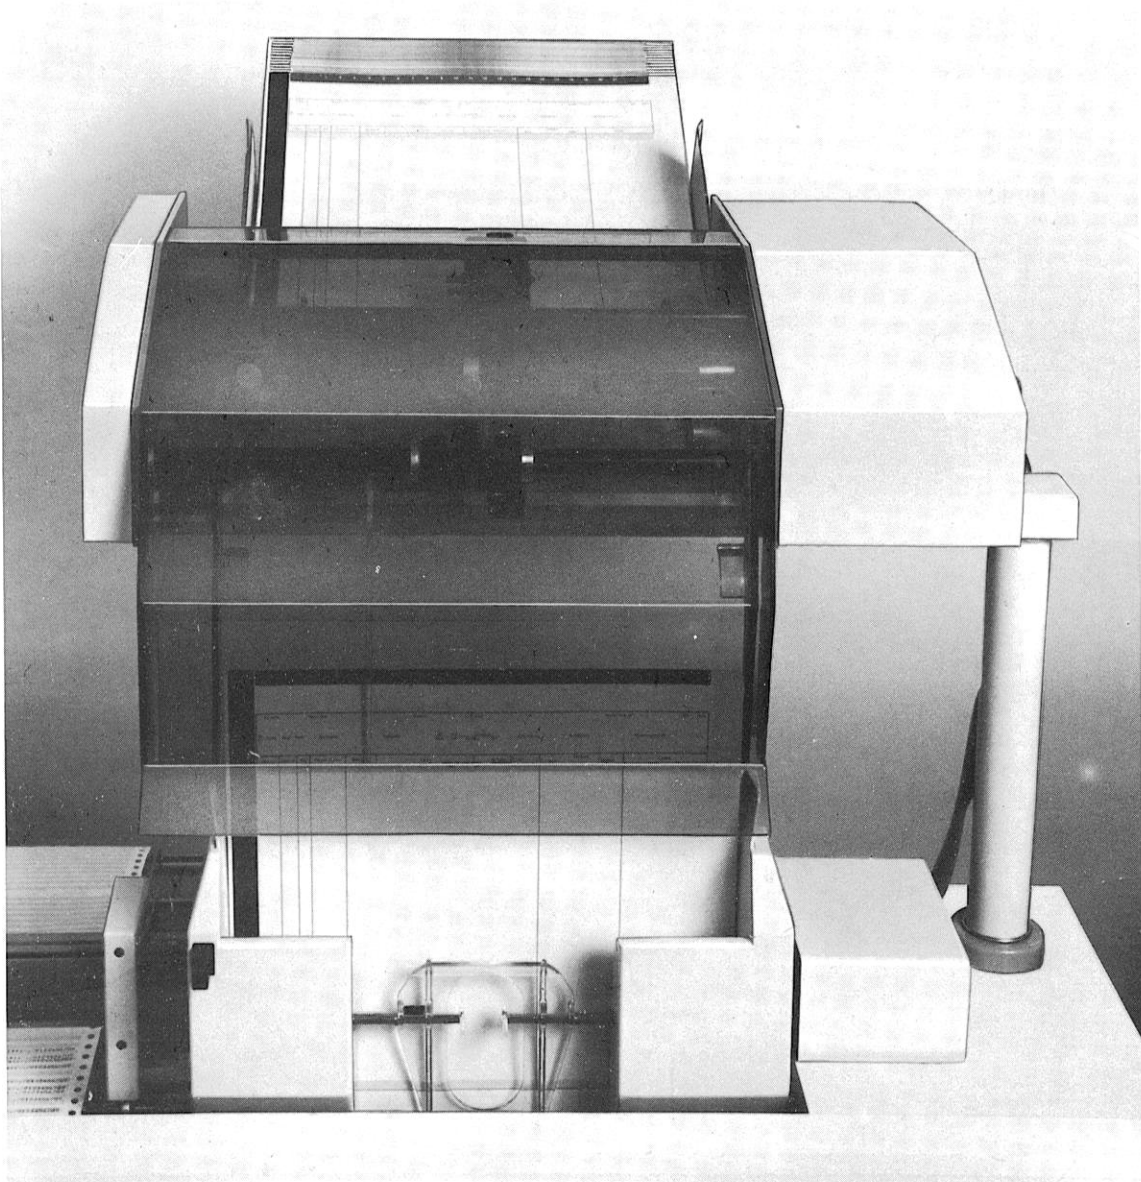

Abb. 18 Stapelzuführeinrichtung mit Magnetkonteneinheit
Die STZ 3 ist mittels eines schwenkbaren und rastenden Trägers über der (M)KE 5 angeordnet (Abb. 18).